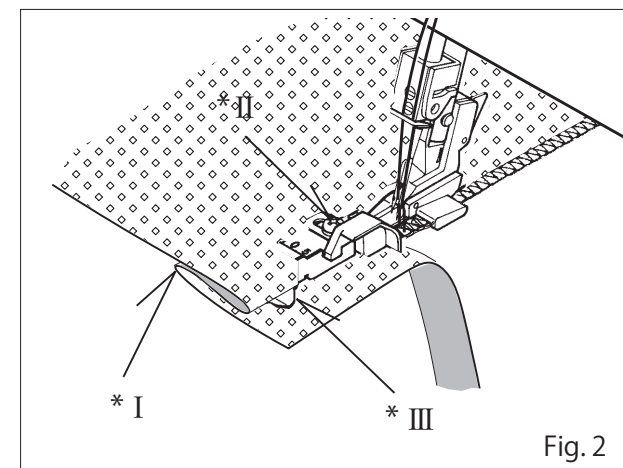
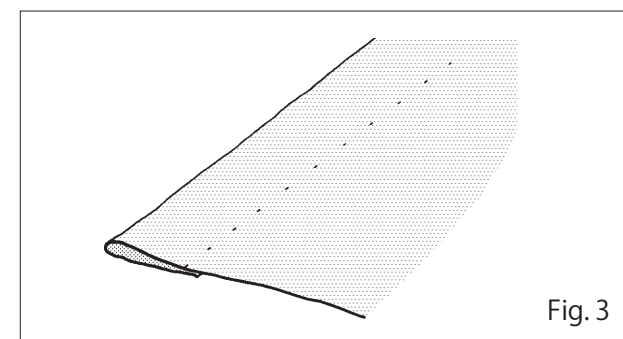

Fig. 2
Fig. 3
2. Place fabric under the presser foot with the §wrong§ side up. Feed the folded edge through the guide in the front of the foot and lower the presser foot lever. Try a stitch (or several stitches) on a spare piece of the actual fabric, and adjust the guide so that the needle just catches the fold. Adjust the guide by means of the small screw on the top of the foot – see Fig. 2.
3. When correctly set, sew the hem. The outside edge will be cut away by the machine – see also Fig. 2. After completion, open out and press again. The stitches should be almost invisible on the §right§ of the fabric – see Fig. 3.
2. Подложите материал под лапку изнаночной стороной вверх. Заправьте подогнутый край в направляющую линейку в передней части лапки и опустите рычаг подъема прижимной лапки. Сделайте пробную строчку на образце ткани и настройте направляющую линейку так, чтобы игла только слегка захватывала складку. Отрегулируйте направляющую линейку с помощью маленького винта на верхней части лапки (см. рис. 2).
3. После правильной настройки прошейте шов. Внешний край ткани будет автоматически обрезан ножом (см. рис. 2). После завершения шва расправьте и проутюжьте складку. На лицевой стороне ткани шов будет практически не заметен (см. рис. 3).